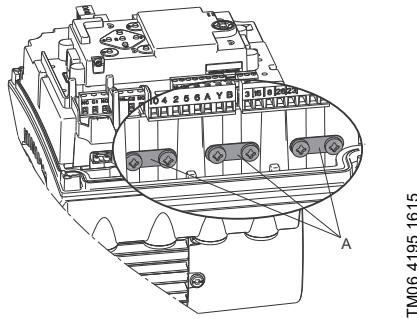

Рис. 63 Заземление экранирующих оплёток кабелей
- Заземлите экраны кабелей шины через один из зажимов заземления (рис. 63, А).